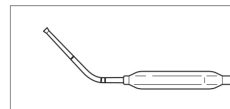

Abbildung 8: Biegung für Eustachische Röhren
- **Eustachische Röhren:** Bei der Behandlung der Eustachischen Röhren wird eine Biegung von annähernd 45° an der 2-cm-Markierung (Abbildung 8) empfohlen.